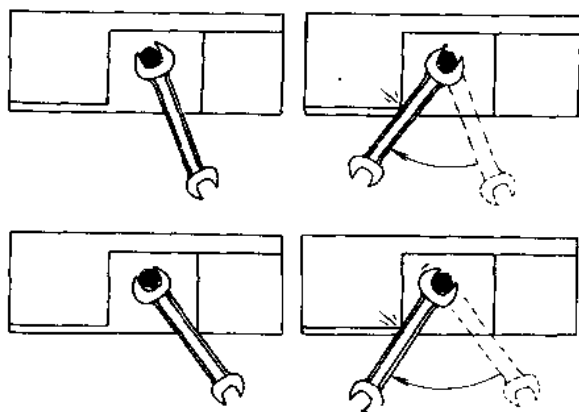

图 1-4 开口扳手的使用
- ① 应使扳手开口尺寸与螺栓头或螺母的大小相适应。
- ② 如图 1-4 所示, 在狭窄空间作业时, 须防止撞击扳手本体或卡手。